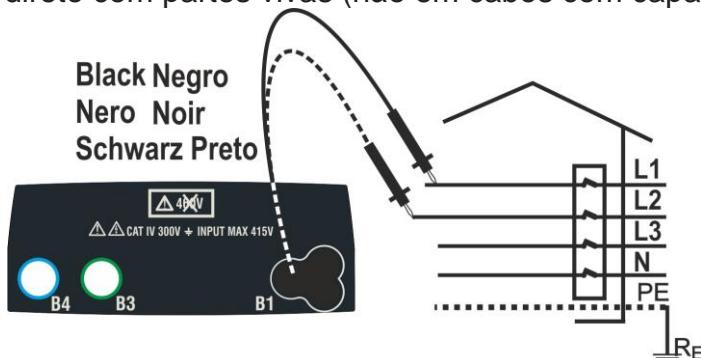
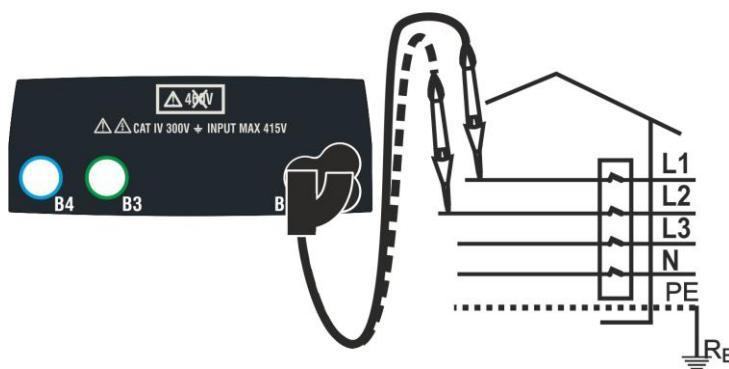

Fig. 35: Controlo de sequência de fase com cabo de medição
Fig. 36: Controlo sequência de fase com condutor remoto
2. Insira o conector do cabo preto no cabo de entrada B1 correspondente do instrumento. Como alternativa, use o cabo único e aplique a respectiva pinça crocodilo na extremidade livre do cabo. Também é possível usar o cabo de teste remoto inserindo o conector multipolar no cabo de entrada B1. Ligue as pinças crocodilo ou o cabo remoto à rede elétrica de acordo com Fig. 35 ou Fig. 36.
5. Nessas condições, ligue a pinça crocodilo ou o condutor remoto à fase L2, conforme mostrado na Fig. 35 ou Fig. 36.